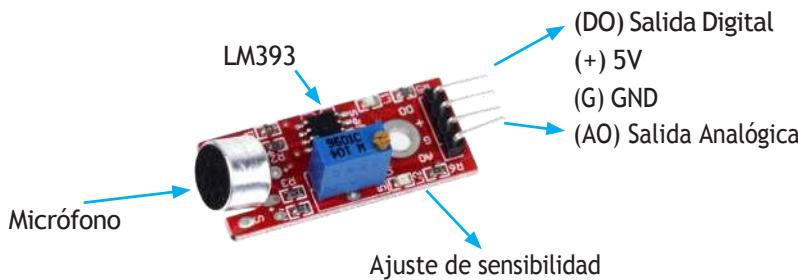

Figura 7.3. Componentes principales del módulo sensor ky-037.
El módulo ky-037 consta de 4 pines (ver figura 7.3): Salida analógica (AO), Tierra (G), Alimentación 5V (+) y Salida digital (DO). Entonces, conecte la salida Digital DO al pin digital 2 de la placa Arduino. A continuación, conecte la línea de alimentación a 5V de Arduino con VCC (+) del sensor. Finalmente, conecte GND de la placa con GND del sensor.
El módulo sensor de sonido ky-037 se basa en el amplificador operacional LM393 y consta de tres componentes relevantes (ver figura 7.3). El primero de estos componentes es el micrófono, que detecta el sonido y lo trasmite como señal eléctrica al amplificador LM393. Este último, como dice su nombre, amplifica la señal que luego se transmite